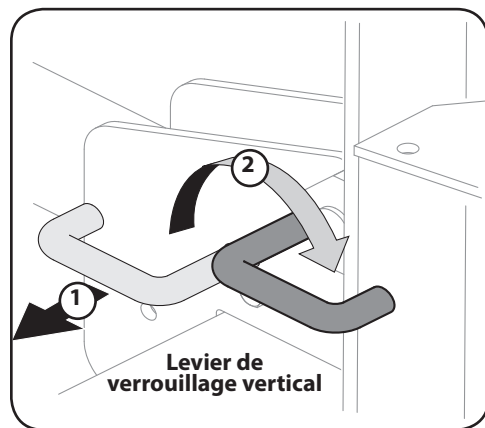

Figure 4-3
- b. Pour verrouiller la poutre en position verticale, tirez levier de verrouillage vertical et tournez-le pour fixer la poutre. Voir Figure 4-3.